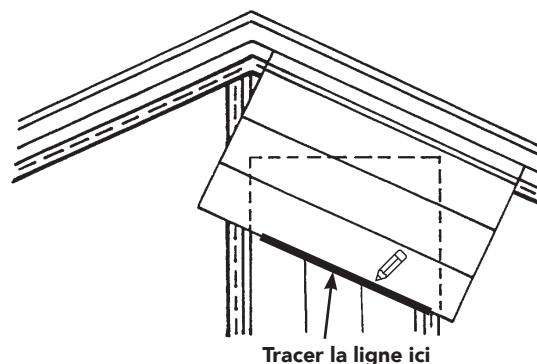

Figure 61
- Faire un gabarit de coupe en angle avec deux morceaux de panneaux de rebut (Figure 61). Emboîter l'un des morceaux dans la bande verticale, au centre du mur. Appliquer l'autre morceau contre la rive de toit. Tracer l'angle sur le morceau vertical, puis couper le long de cette ligne. Utiliser ce gabarit pour marquer et couper les extrémités des panneaux qui couvriront ce côté du mur pignon. Découper un autre gabarit pour l'autre côté du pignon.